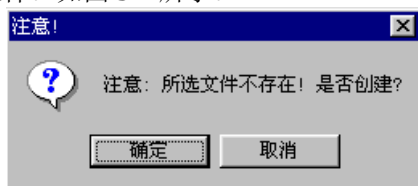

图 3-4 提示消息框
(2) 单击**【文件名】**按钮，弹出文件对话框，在该对话框中可以选择一个已有的线型文件进行操作，也可以输入新的线型文件的文件名（线型文件的扩展名为.LIN），系统将弹出消息框进行询问是否创建新的线型文件。如图 3-4 所示。